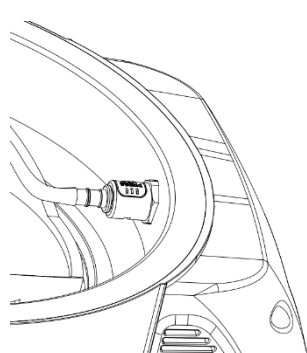
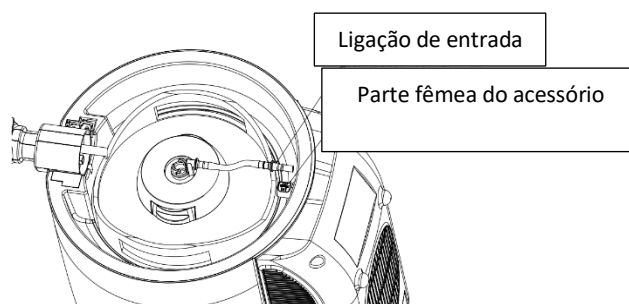

Figura 14
Figura 15
3. Premir e manter premido o botão branco na entrada de ar (como indicado na figura 14) e retirar o conector da entrada de ar na extremidade da mangueira de cerveja do conjunto da válvula de entrada de ar (como indicado na figura 15).